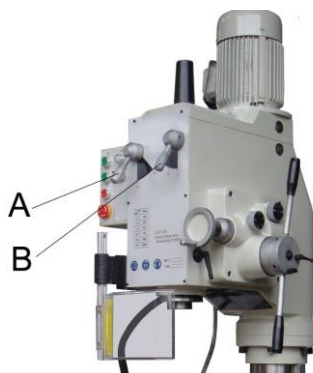

Рис.6
- (1) При фрезеровании с продольной подачей рекомендуется блокировать ход поперечной подачи, чтобы обеспечить точность обработки. Для этого следует затянуть маленький винт с плоской головкой, расположенный на правой стороне основания стола.
- (2) Для фиксации хода продольной подачи при фрезеровании с поперечной подачей, следует затянуть два маленьких винта с плоской головкой на передней части основания стола.
- (3) Регулируемые ограничители хода, находящиеся на передней части стола, используются для контроля поперечного хода и требуемой длины фрезерования.
9. ИЗМЕНЕНИЕ СКОРОСТИ (см. Рис.6)
Ослабить болт оправки (см. рис.6) в верхней части шпинделя примерно на 2 оборота гаечным ключом. Постучать по верхней части болта оправки молотком с мягкой головкой. После высвобождения конуса, удерживая и вращая оправку одной рукой, вынуть болт оправки другой рукой.